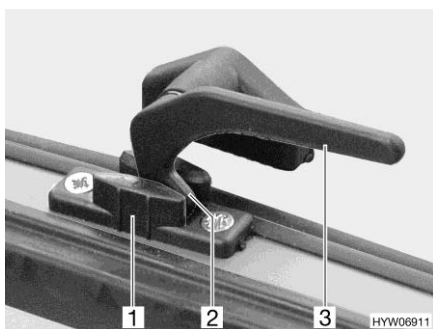

Fig. 42 Leva di serraggio (posizione "Aerazione continua")
- In posizione di "Aerazione continua" (Fig. 42)
- Ruotare tutte le leve di serraggio (Fig. 42,3) di un quarto di giro verso il centro della finestra.
- Girare nuovamente all'indietro tutte le leve di serraggio. Riportare contemporaneamente il nasello di chiusura (Fig. 42,2) nella rientranza della chiusura della finestra (Fig. 42,1).